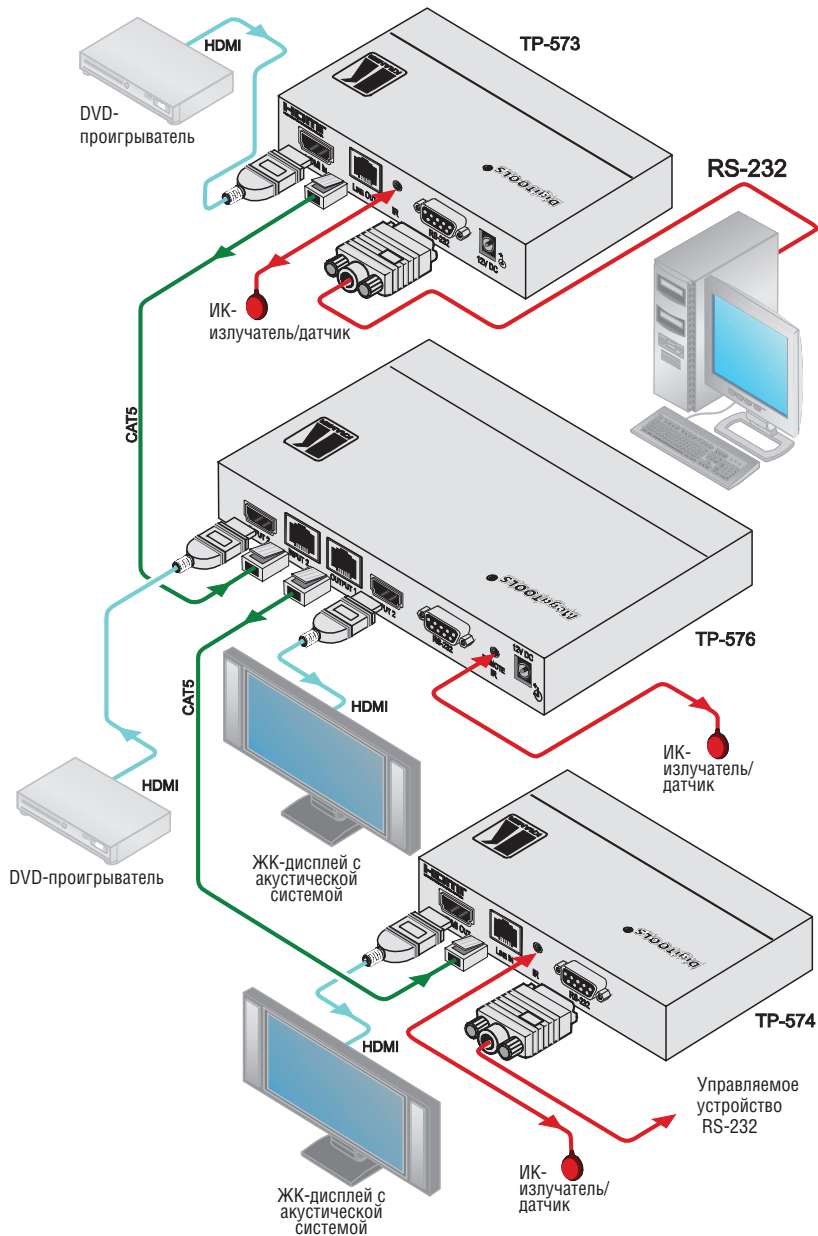

Рис. 2. Подсоединение приемника и ретранслятора по витой паре сигналов HDMI, RS-232 и ИК TP-576
Чтобы подсоединить **TP-576** к линейному передатчику HDMI/RS-232/ИК и к линейному приемнику HDMI/RS-232/ИК в соответствии с примером, приведенном на рис. 2, действуйте в следующем порядке:
4. Подсоедините блок питания на 12 В постоянного тока (для подачи электропитания как на **TP-576**, так и на **TP-573** и **TP-574**) (на рис. 2 не показан).
9. Подсоедините блок питания на 12 В постоянного тока (на рис. 2 не показан).